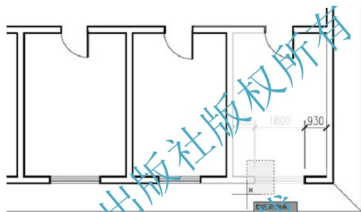

图2.141 向左拉伸窗洞时选择对象的方法
(1) 首先,用【拉伸】命令使窗洞口左侧墙段向左缩短150mm。
① 关闭【轴线】图层。
② 单击【修改】工具栏上的【拉伸】图标 (快捷键S),启动【拉伸】命令。
③ 在**选择对象**:提示下,用交叉选的方式选择图2.141所示的窗户左侧的墙线和窗线,按Enter键进入下一步命令。